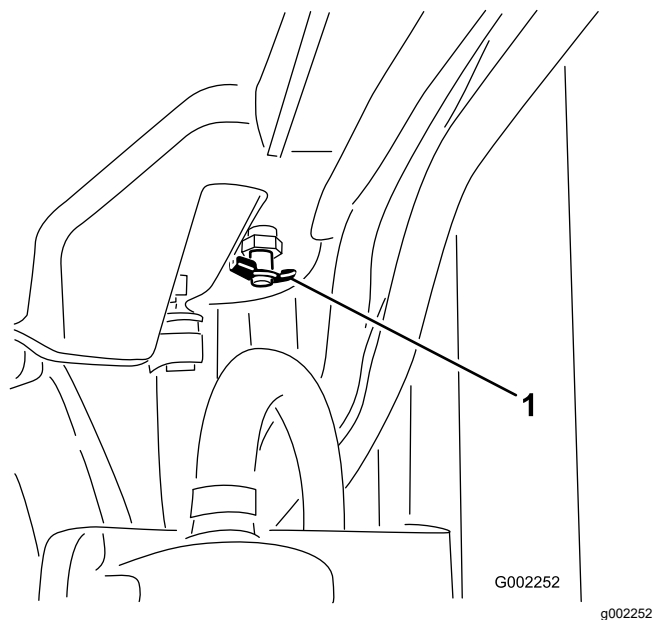

Bild 101
- Öffnen Sie das Ablassventil und lassen Sie das Kühlmittel in die Wanne ablaufen (Bild 101).
- Schließen Sie das Ablassventil (Bild 101).